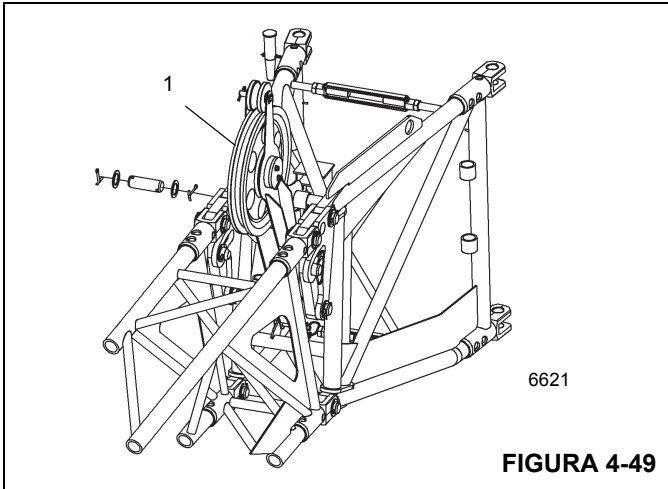

FIGURA 4-49
Na seção de 10 m (33 pés), há uma polia defletora na traseira (1) Figura 4-49. Desdobre a polia defletora se o ângulo de deslocamento do jib de 20° ou 40°.
**NOTA:** Para deslocamento de zero (0) grau, deixe o conjunto do mastro na posição retraída.